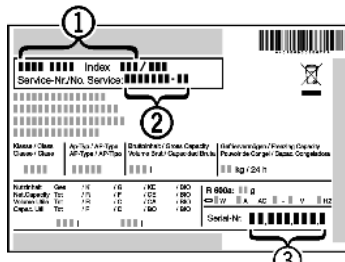

Fig. 20
- ▶ Прочетете от идентификационната табелка означението на уреда Fig. 20 (1), сервисния № Fig. 20 (2) и серийния № Fig. 20 (3). Идентификационната табелка се намира на лявата вътрешна стена на уреда.